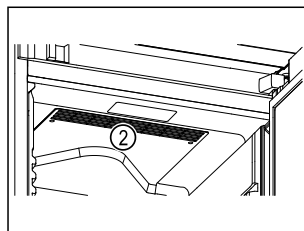

Fig. 67
- ☐ Lüftungsschlitze Fig. 67 (2) des Umluftgebläses im Innenraum freihalten.